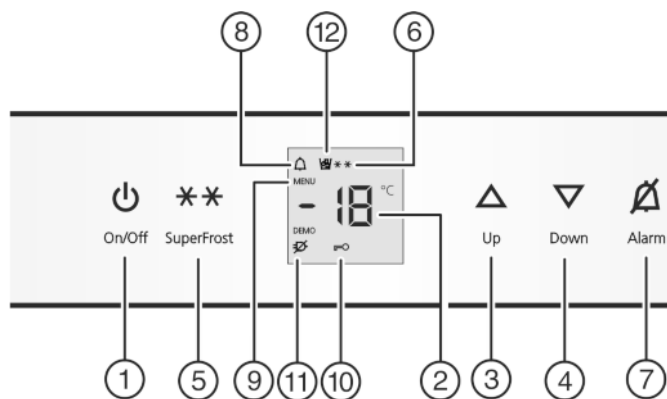

Fig. 2
- ▶ Taste On/Off *Fig. 2 (1)* drücken.
- ▶ Einstellmodus aktivieren: Taste SuperFrost *Fig. 2 (5)* ca. 5 s drücken.
- ▷ Das Symbol Menu *Fig. 2 (9)* leuchtet.
- ▶ Die Taste SuperFrost *Fig. 2 (5)* kurz drücken, um zu bestätigen.
- ▶ Zum Einschalten der Kindersicherung Taste SuperFrost *Fig. 2 (5)* kurz drücken.
- ▷ Das Symbol Kindersicherung *Fig. 2 (10)* leuchtet. In der Anzeige blinkt **c**.
- ▶ Zum Ausschalten der Kindersicherung Taste SuperFrost *Fig. 2 (5)* kurz drücken.
- ▷ Das Symbol Kindersicherung *Fig. 2 (10)* erlischt. In der Anzeige blinkt **c**.
- ▶ Einstellmodus deaktivieren: Taste On/Off *Fig. 2 (1)* drücken. **-oder-**
- ▶ Taste Alarm *Fig. 2 (7)* drücken.
Gleichzeitig blinkt die Temperaturanzeige und das Symbol Alarm *Fig. 2 (8)*.
Der Tonwarner verstummt automatisch, das Symbol Alarm *Fig. 2 (8)* geht aus und die Temperaturanzeige hört auf zu blinken, wenn die Temperatur wieder ausreichend kalt ist.
- ▶ Temperatur wärmer einstellen: Einstelltaste Up Fig. 2 (3) drücken.
- ▶ Temperatur kälter einstellen: Einstelltaste Down Fig. 2 (4) drücken.